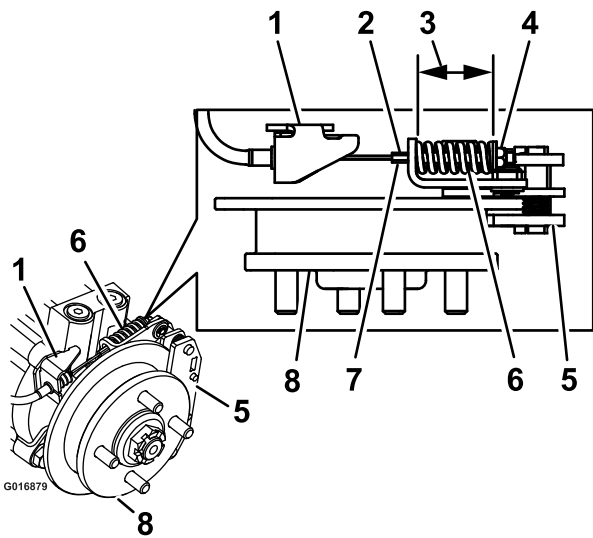

Figure 74
9. Maintenez l'extrémité de la tige filetée avec un outil et ajustez le contre-écrou jusqu'à ce que la longueur du ressort se situe entre 3.8 et 4 cm (1-1/2 et 1-9/16 po) (Figure 74). Le câble ne doit pas tourner quand les écrous sont desserrés.